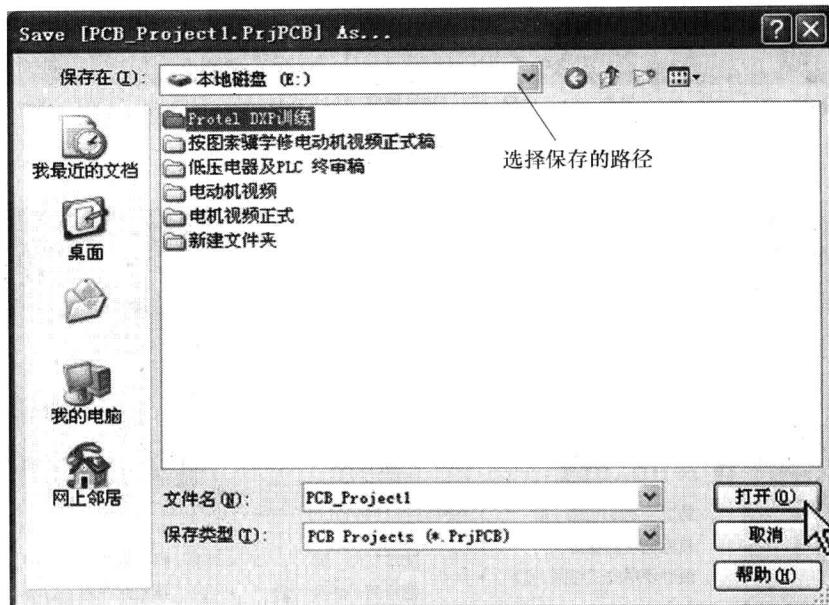

图1-15 保存工程文件
(3) 在 DXP 主页面执行菜单命令“文件”→“保存项目”，弹出保存工程文件对话框，然后选择保存的路径（这里选择路径为 E:\Protel DXP 训练），再单击“打开”，如图 1-15 所示。